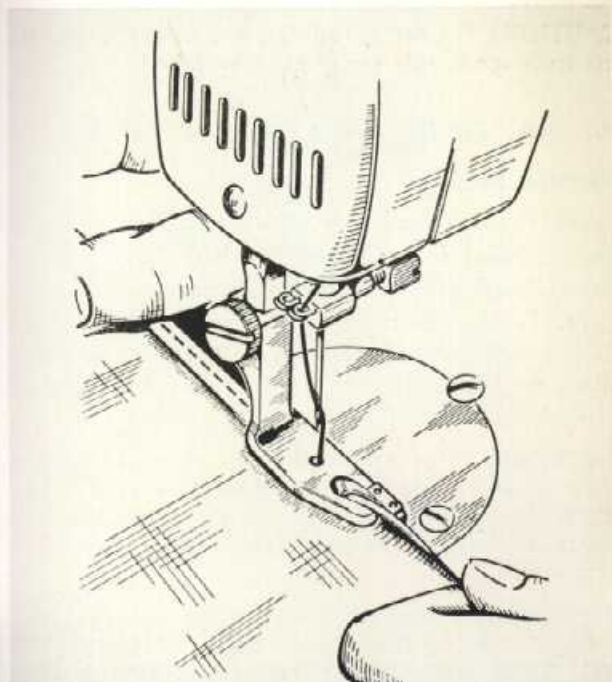

Fig. 45
9. NARROW STRAIGHT STITCH HEM (Fig. 45)